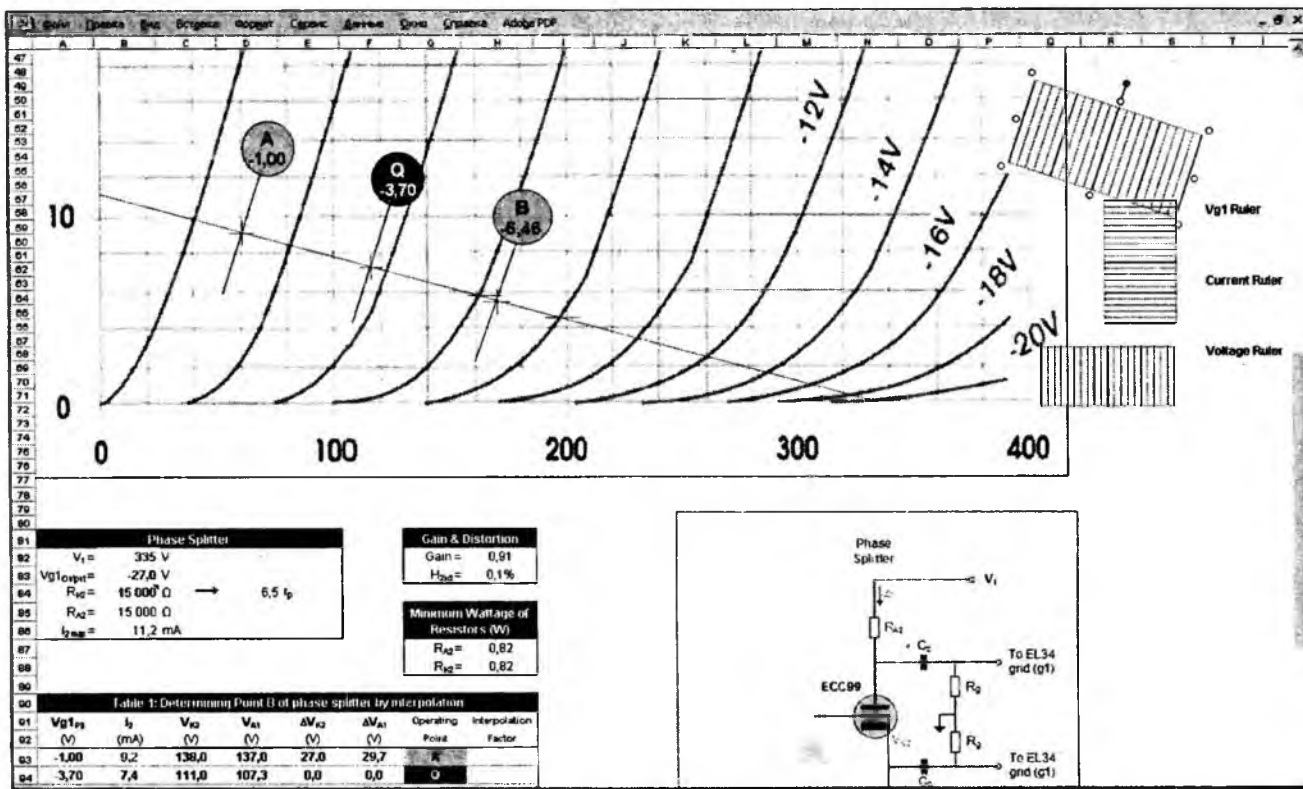

Рис.3
меньший - в режиме #3, несмотря на их равное сопротивление нагрузки. С другой стороны, режим #4 при примерно равном с режимом #2 размахе выходного напряжения будет обеспечивать существенно худшую линейность при напряжениях на сетке в диапазоне от -10 до -20 В (т.е. для нижней половины входного звукового сигнала), поскольку для малых анодных токов нагрузочной линии #4 кривые ВАХ сгущаются. Графоаналитический расчет коэффициента второй гармоники т.н. методом трех ординат (в зарубежной литературе его называют методом Эспли - Espley's method) основан на измерении ординат верхней I_{a_max} (А на рис. 3, см. с. 22), средней I_{a_0} (Q) и нижней I_{a_min} (В) точек рабочего участка нагрузочной линии, которые соответствуют максимальному напряжению (-1,00 В на рис. 3), рабочей точке (-3,7 В) и минимальному напряжению (-6,46 В) управляющей сетки. Коэффициент
второй гармоники в таком случае равен $K_{г2} = |(I_{a_max} - 2I_{a_0} + I_{a_min}) / (I_{a_max} - I_{a_min})| \cdot 100\%$. Ради Годмэйр очень изящно реализовал описанную методику на нескольких листах одного Excel-файла ecc99designer.xls, в которых ВАХ взяты из даташитов лампы в виде графических файлов и вставлены в виде графиков, на которых опять-таки средствами Excel наносятся нагрузочная линия и метки характерных точек рабочего участка. Причем для интерполяции значений ВАХ, лежащих между семейством кривых, изображенных в даташите, предусмотрены (см. справа на рис. 3) масштабируемые и вращаемые «миллиметровки» как для тока/напряжения анода Current Ruler, Voltage Ruler, так и напряжения управляющей сетки Vg1 Ruler. Нагрузочная линия, метки и «миллиметровки» переносятся в нужный участок ВАХ легким движением мышки. Весь расчет как фазоин-